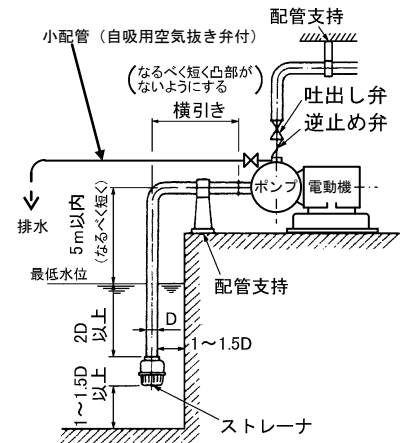

図 2 据付図
- (5) (a) 吸込配管の末端は、図 2 のように管径 (D) の 2 倍以上深く、底面および側壁より 1~1.5D 以上離してください。